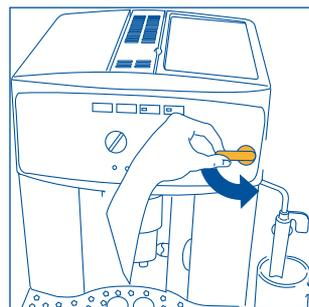
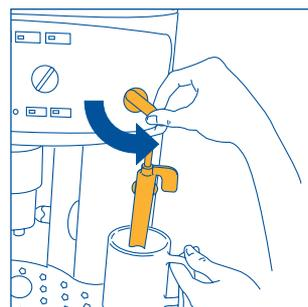
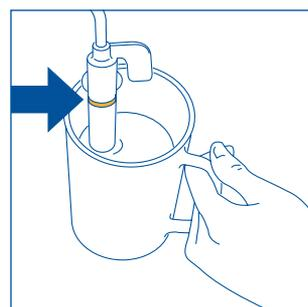

Fig.5
Fig.23
Fig.24
3. **IMMEDIATAMENTE DOPO, ENTRO MASSIMO 30 SECONDI** ruotare la manopola vapore in senso antiorario fino a fine corsa (fig.5) (è normale che la macchina diventi rumorosa).
- Ruotare la manopola vapore di mezzo giro in senso antiorario fino a fine corsa (fig. 5): l'acqua calda esce dal cappuccinatore e comincia a riempire il contenitore sottostante.
- **Subito dopo, entro massimo due minuti** (altrimenti la macchina ritorna automaticamente alla funzione caffè), immergere il cappuccinatore nel contenitore contenente il latte (fig. 23) facendo attenzione a non immergere la linea in rilievo sul cappuccinatore stesso (indicato dalla freccia di fig. 24). Ruotare la manopola vapore di mezzo giro in senso antiorario fino a fine corsa (fig. 5). *(Attenzione a non scottarsi)*. Dal cappuccinatore esce il vapore che fa assumere un aspetto cremoso al latte e ne aumenta il volume. Per ottenere una schiuma più cremosa, immergere il cappuccinatore nel latte e far ruotare il contenitore con lenti movimenti dal basso verso l'alto. (Si consiglia di erogare vapore per non più di 2 minuti di seguito).
- Far defluire un po' di acqua o vapore per qualche secondo ruotando la manopola vapore in senso antiorario fino a fine corsa (fig. 5). Con questa operazione, il tubo vapore scarica l'eventuale latte che può essere rimasto al suo interno. **IMPORTANTE:** Per motivi di igiene si raccomanda di fare sempre questa operazione in modo da evitare che il latte ristagni nei circuiti interni del cappuccinatore.